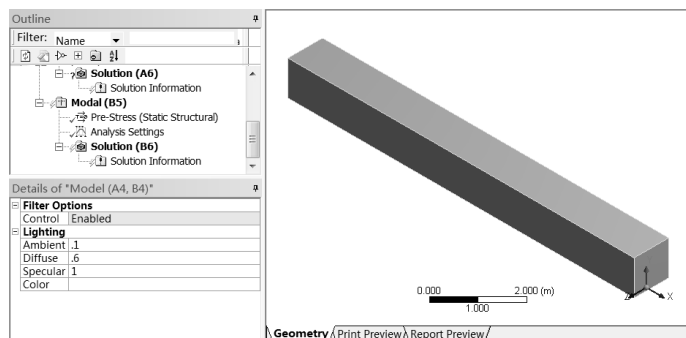

图 6-44 Mechanical 界面
Step1：双击主界面项目管理区项目 A 中的 A4 栏 Model 选项，进入如图 6-44 所示 Mechanical 界面。在该界面下即可进行网格的划分、分析设置、结果观察等操作。